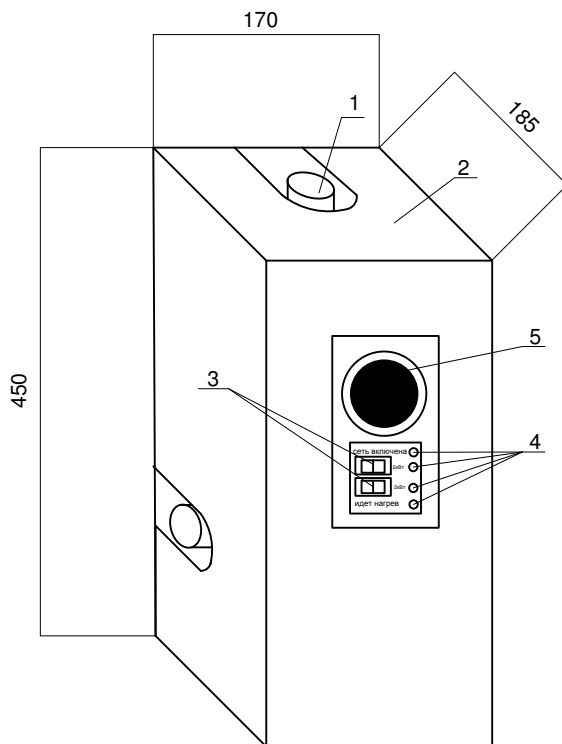

Рис. 1 Внешний вид электрокотла «Classic Star».
3.1. Водонагреватель электрический «Classic Star» состоит из колбы водонагревателя **1**, защитного кожуха **2**, датчика регулятора температуры по теплоносителю **5** (Imit), клавиш включения электрических ТЭНов **3** и светоиндикации **4** (см. рис.1). Габаритные размеры электроводонагревателя не более 170х185х450 мм. Дополнительно может устанавливаться регулятор температуры по воздуху, датчик протока (в комплект поставки не входят).
Электронагреватель 1 (рис.1) и датчик температуры по воздуху следует устанавливать в местах, удобных для наблюдения и обслуживания.
Для быстрого нагрева рекомендуется включать электроводонагреватель на полную мощность. При этом включаются трубчатые электронагреватели и загорается световая сигнализация «НАГРЕВ». После того, как помещение достаточно прогрелось, можно переключить прибор на меньшую мощность. В ходе работы водонагревателя включение и выключение ТЭНов будет происходить автоматически, поддерживая заданную температуру теплоносителя. Для того, чтобы выключить водонагреватель, необходимо клавиши включения электрических ТЭНов 3 (рис.1) установить в положение «0».